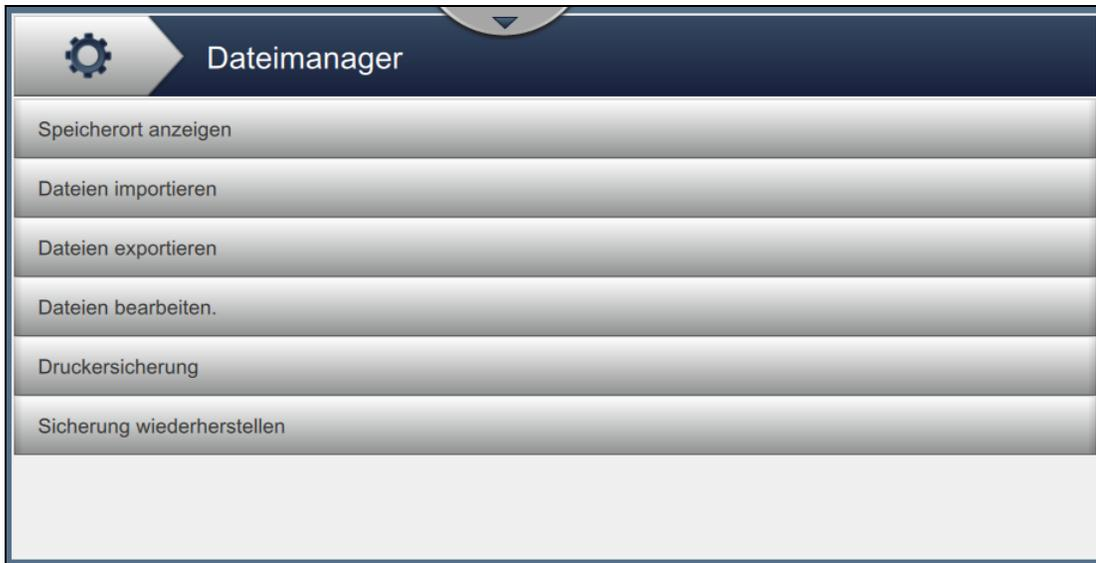

Abbildung 6-6: Dateimanager.
1. Berühren Sie die  Schaltfläche auf dem Bildschirm „Werkzeuge“. Der Bildschirm „Dateimanager“ erscheint wie dargestellt in Abbildung 6-6.